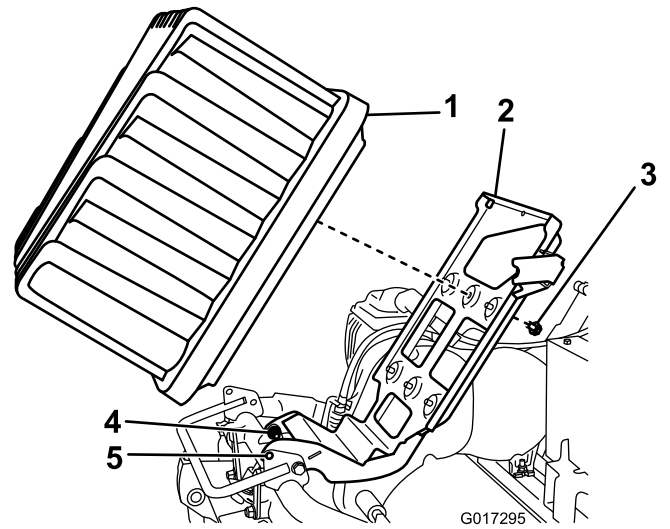

Figura 9
6. Levante la bandeja de la batería hasta que los taladros de bloqueo de la base y del bastidor queden alineados (Figura 9). Deslice un destornillador o una varilla de acero por los taladros para sujetar la bandeja en la posición elevada.
5. Afloje los 2 pernos/tuercas de pivote media vuelta cada uno (Figura 9).